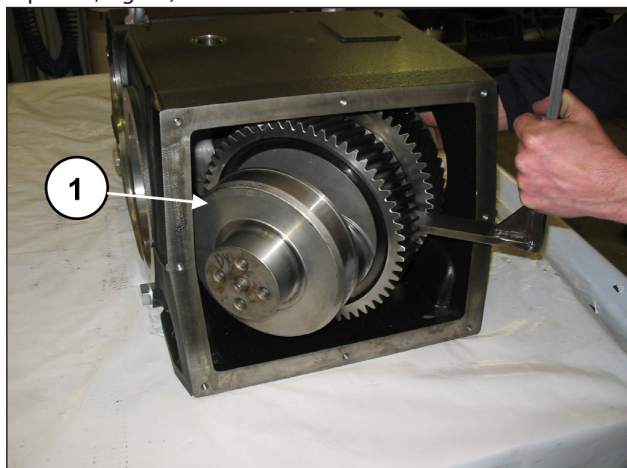

Fig. 40
Retire o eixo de manivela da parte posterior do cárter (pos. ① pos. ①, Fig. 40).